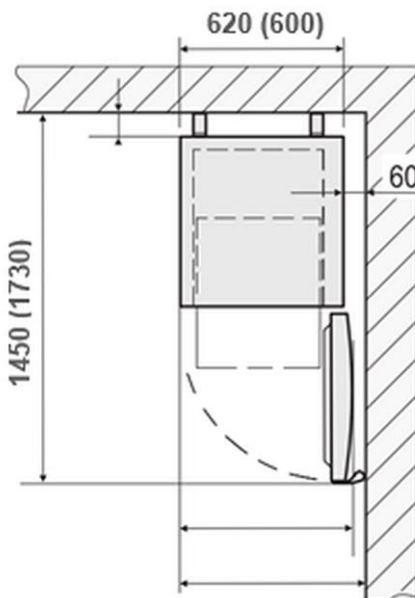

Fig. 7
- Se o aparelho for instalado em um canto, deve haver uma folga lateral de pelo menos 60 mm (Fig. 7).